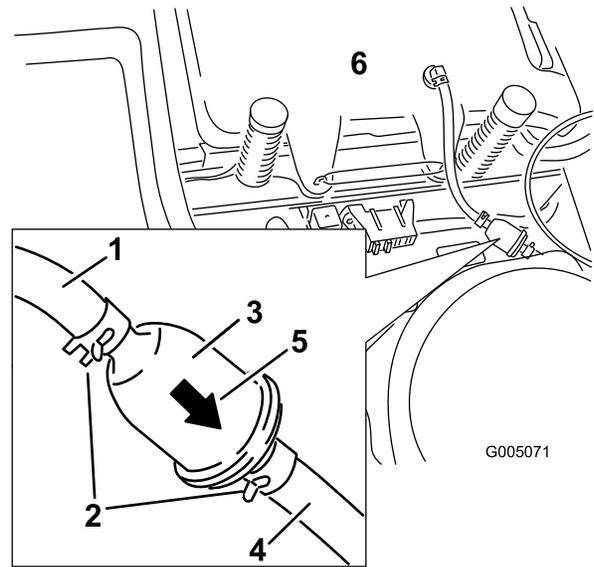

Bild 38
4. Drücken Sie die Enden der Schlauchklemmen zusammen und schieben Sie sie vom Filter weg (Bild 38).
6. Setzen Sie einen neuen Filter ein. Der Pfeil für die Flussrichtung muss vom Kraftstofftank zum Motor zeigen. Schieben Sie die Schlauchklemmen eng an den Filter (Bild 38), um ihn zu befestigen.